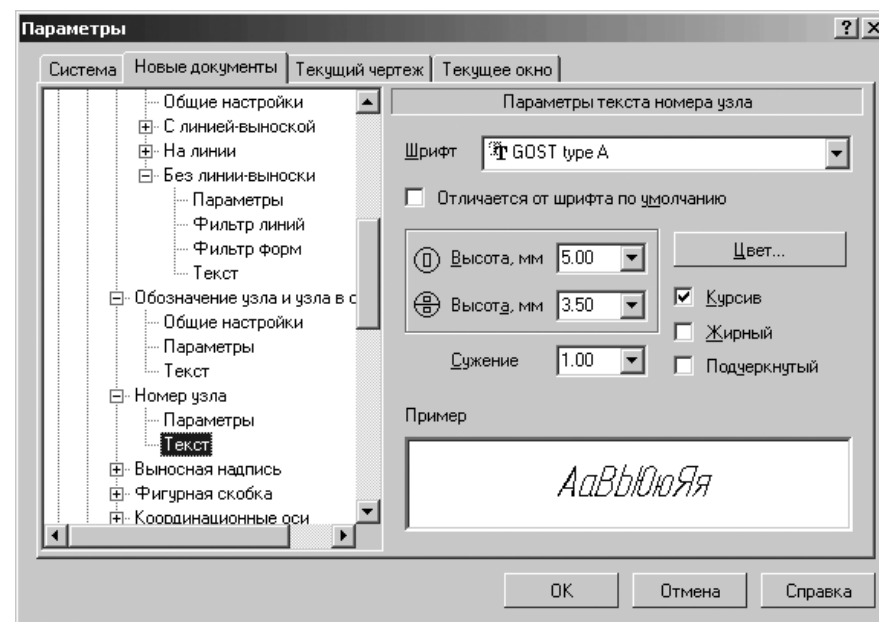

Рис. 10.60. Диалоговое окно **Параметры** с открытой вкладкой **Новые документы** и панелью **Параметры текста номера узла**
- щелкните в списке настраиваемых элементов **Номер узла** по пункту **Текст**. В правой части появится панель **Параметры текста номера узла**, показанная на рис. 10.60;